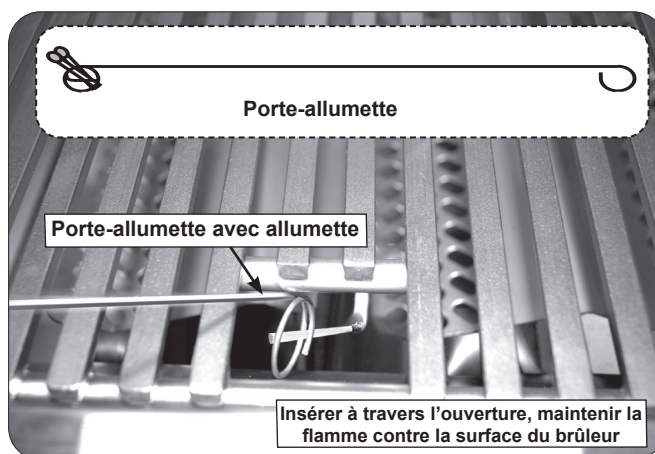

Fig. 36-2 Allumage manuel
2. Insérez soit un brûlant long baril briquet au butane, un match à longue tige de brûlure, ou une allumette en feu détenues par un titulaire d'extension de fil À travers les grilles de cuisson du brûleur (Fig. 36-2).